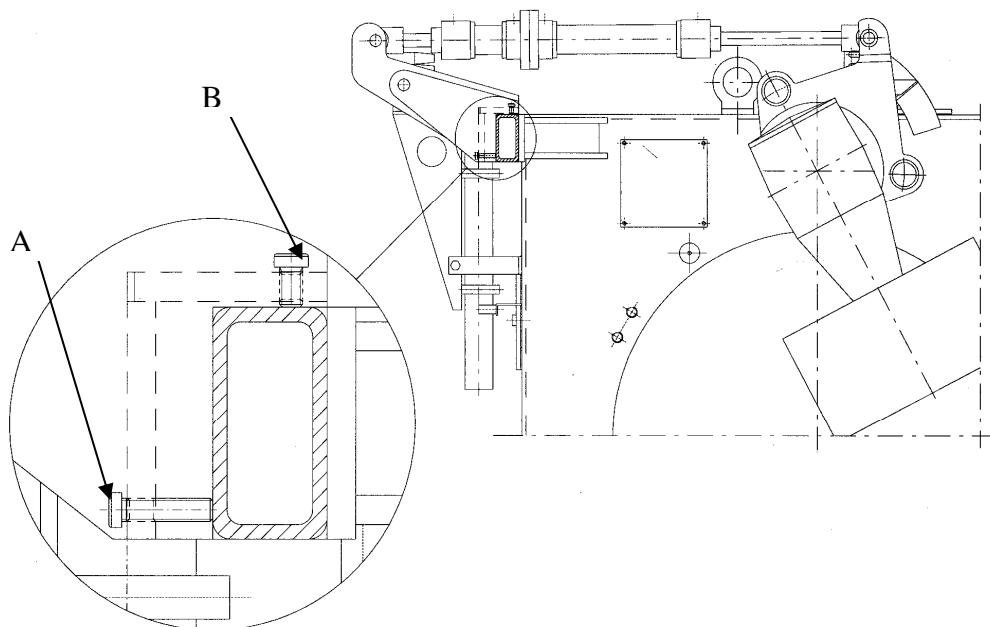

Bild 11.3. Hydrauliskt fjäderdon, Cambio 90-75/6
Matarvalsöppningen går att justera ± 10 mm med skruvarna (A) och (B), se bild 11.3. Detta är den justering som går att göra på minsta matarvalsöppningen (normalläget). Föröppningen följer de eventuella justeringar man gör på min. öppningen.